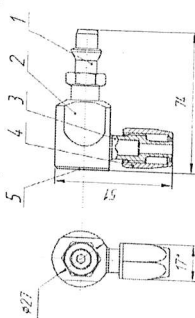

Рисунок 1 Штуцер S
2.5 Общий вид, габаритные и присоединительные размеры приведены в мм смотри рис. 1 и 2.
Штуцер S (рис.1) имеет ниппель (1) газоспецифический для каждого вида медицинского газа или вакуума, предназначенный для введения в розетку (в её ловитель), ручку (2), штуцер (3) и гайку (4), служащие для герметичного присоединения гибкого армированного шланга сечением $\varnothing 10,5 \times 2,5$ мм (наружный диаметр, толщина стенки) медицинских приборов и аппаратов.
5.4 На штуцер штукера (3 – рис.1) одеть гибкий армированный шланг подключаемых медицинских приборов и зафиксировать его гайкой (4 – рис.1).